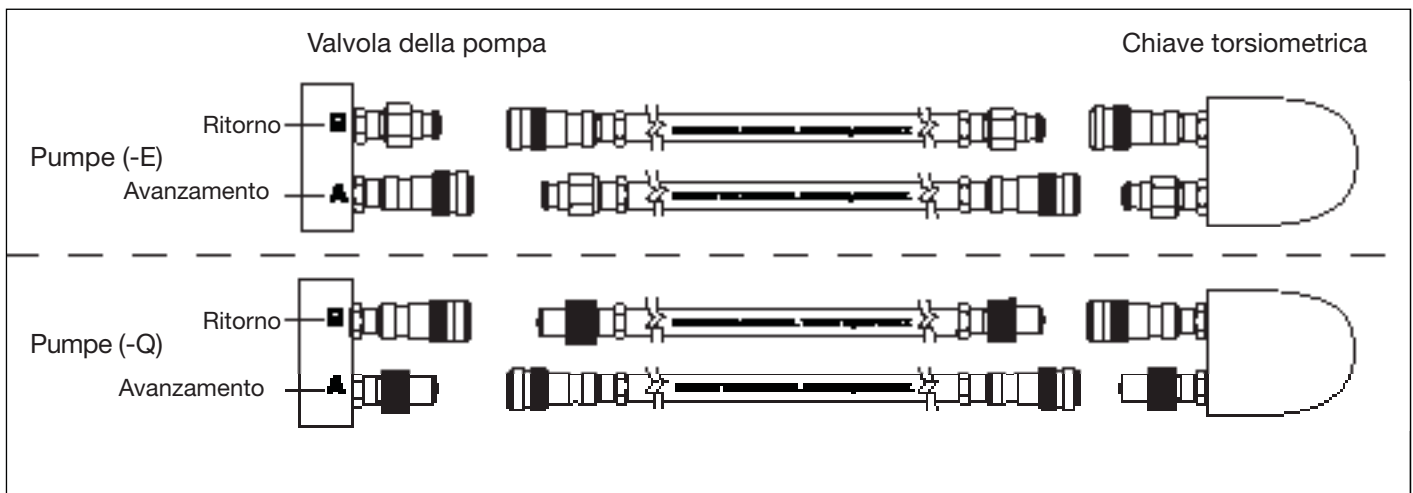

Figura 5, Dettagli del tubo flessibile
Collegare i tubi flessibili come mostrato in figura 5.
2. Pompa (-Q) per le chiavi torsiometriche S e W dell'Enerpac e di altre marche. Usare i tubi flessibili marcati "Enerpac THQ-700 series - 700 bar/10,000 psi max." Gli accoppiatori debbono essere polarizzati come in figura 5 per il corretto funzionamento della chiave torsiometrica. Accertarsi che gli accoppiatori siano completamente inseriti e stretti prima di lavorare. Un inserimento solo parziale dell'accoppiatore impedirà il corretto funzionamento della chiave torsiometrica.